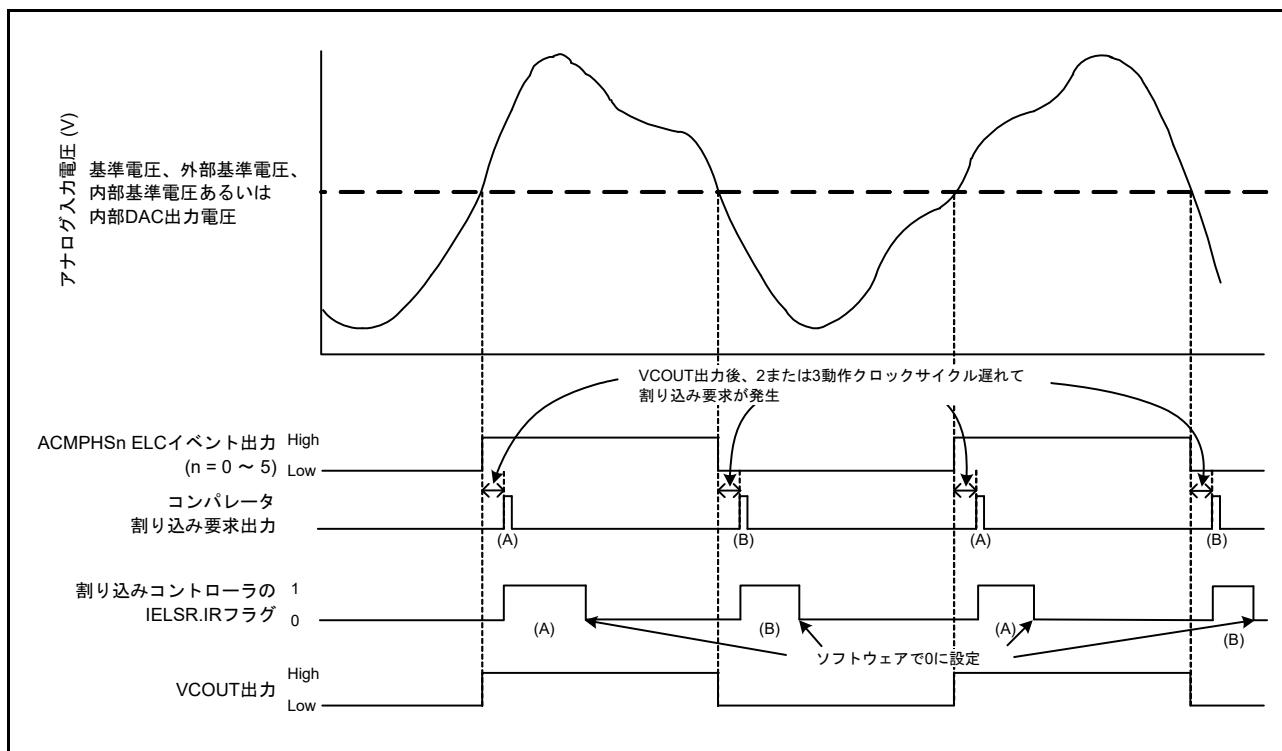

図 50.2 ACMPHS の動作例
ACMPHS の動作例を図 50.2 に示します。アナログ入力電圧が ACMPHS 基準入力電圧より高くなると VCOOUT 出力は 1 になり、低くなると 0 になります。ACMPHS 出力が変わると、割り込み要求および ELC イベントが出力されます。
図 50.2 は CPOE = 1 (端子出力許可)、CDF5[1:0] = 00b (フィルタ不使用)、CEG1 = CEG0 = 1 (両エッジ検出を選択) の場合に適用されます。CINV = 0、CEG0 = 1、CEG1 = 0 (ACMPHS からの非反転出力信号の立ち上がりエッジ検出を選択) の場合、IELSR.IR フラグは (A) で示されるように変化します。CINV = 0、CEG0 = 0、CEG1 = 1 (ACMPHS からの非反転出力信号の立ち下がりエッジ検出を選択) の場合、IELSR.IR フラグは (B) で示されるように変化します。CPOE = 1 の場合、VCOUT は ELC イベント出力を直接出力します。